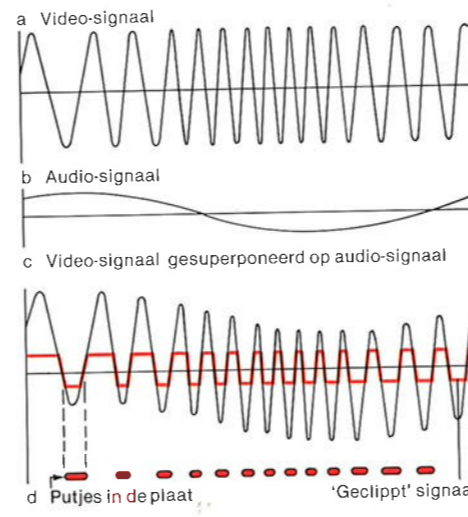

Fig. 1-2
In Fig. 1-2 is in de bovenste figuur (a) het frequentie-gemoduleerde (FM) videosignaal te zien. Door nu dit signaal op te tellen (superpositie) bij een audiosignaal (b), dat veel lagere frequentie heeft, krijgt men het signaal c. Dit uiteindelijke signaal wordt 'geclippt', d.w.z. de toppen en dalen worden er vanaf 'geknipt' en men houdt een 'blok'golf over. Deze golf stuurt een laser die aangaat wanneer de golf door de eerste nuldoorgang op de tijd-as gaat en weer